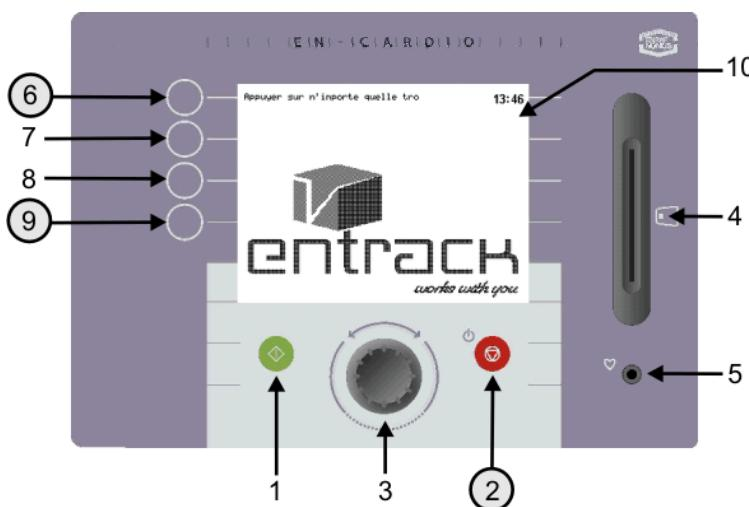

Fig. 13 Ecran d'attente pour modifications de réglages
1. Dans l'écran d'accueil appuyez pendant 5" sur le bouton Arrêt (2) (fig. 13). (écran d'attente)